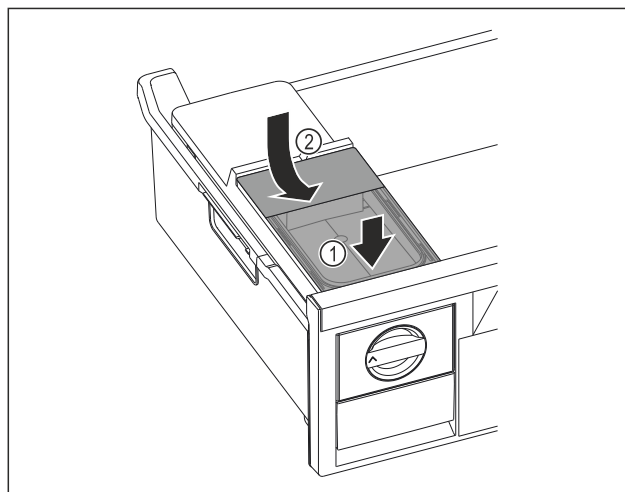

Fig. 122
- Collegare il serbatoio dell'acqua alla parte anteriore. *Fig. 122 (1)*
- Abbassare il serbatoio dell'acqua posteriore. *Fig. 122 (2)*